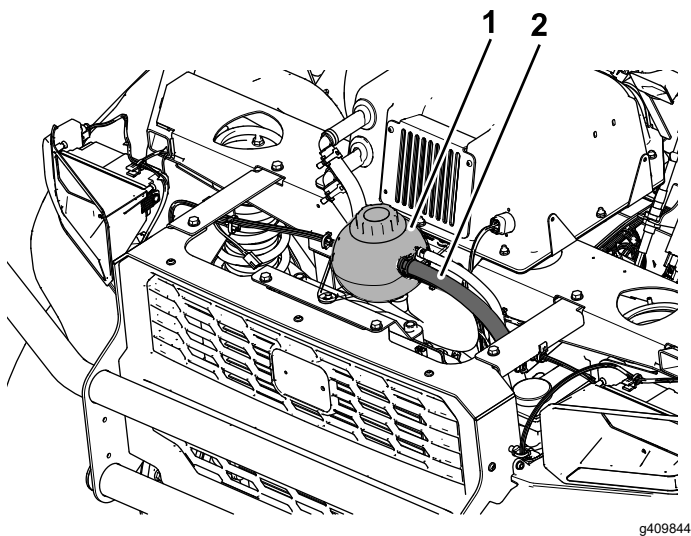

Figure 20
1. Débranchez le tuyau de liquide de refroidissement existant sur le côté du réservoir de liquide de refroidissement (Figure 20) et raccourcissez le tuyau de 23 cm.